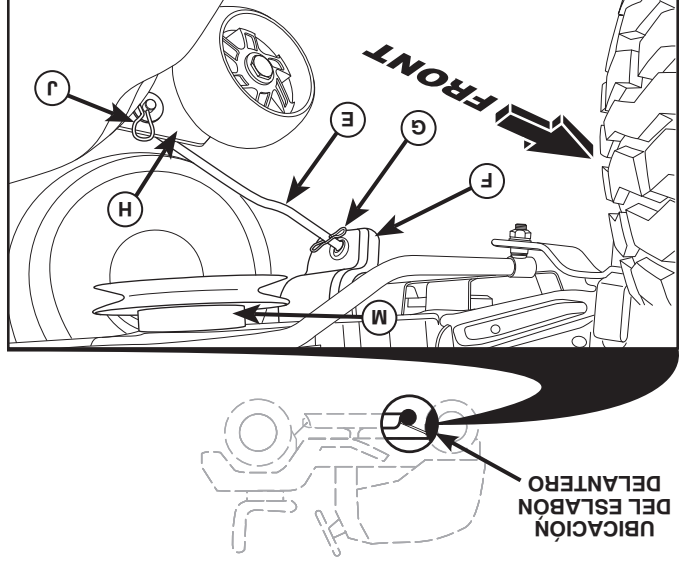

Fig. 14
## 8. INSTALE EL ESLABÓN DELANTERO (E) (Vea Fig. 14)
- Desde la parte delantera del tractor, inserte el extremo de varilla del eslabón delantero (E) a través del agujero delantero de la escuadra de suspensión delantera del tractor (F).
- Múevase hasta el lado izquierdo de la cortadora e inserte un resorte de retención grande (G) a través del agujero del eslabón delantero (E) detrás de la escuadra de suspensión delantera (F).
- Inserte el otro extremo del eslabón (E) en el agujero de la escuadra derecha de la cortadora de césped (H) y asegure con una arandela y un resorte de retención pequeño (J).